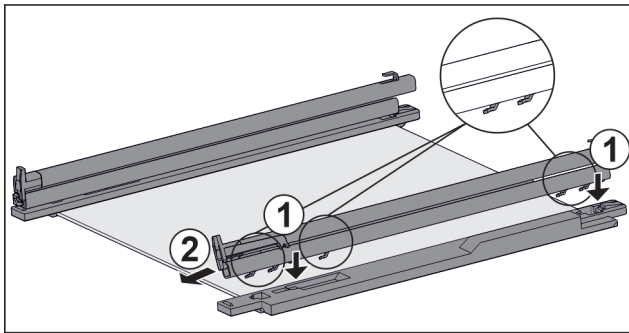

Fig. 110 Glassplate med skinner og holdedeler
- ▶ Sett kroken til skinnene på åpningen til **venstre** holdedel. Fig. 110 (1)
- ▶ Trekk skinne fremover. Fig. 110 (2)
- ▶ Sett kroken til skinnene på åpningen til **høyre** holdedel. Fig. 110 (1)